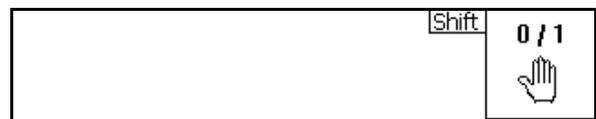

Fig. 12
- Si la touche Shift est active, vous le voyez à l'écran (Fig. 12/).